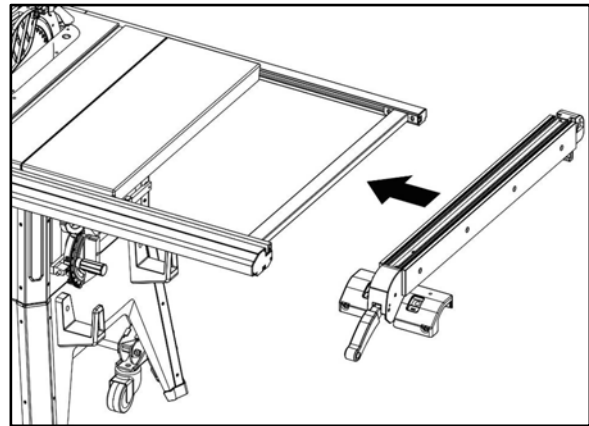

Рисунок 29
- Аккуратно установите параллельный упор так, чтобы опорный кронштейн захватил заднюю направляющую планку (рис. 29).